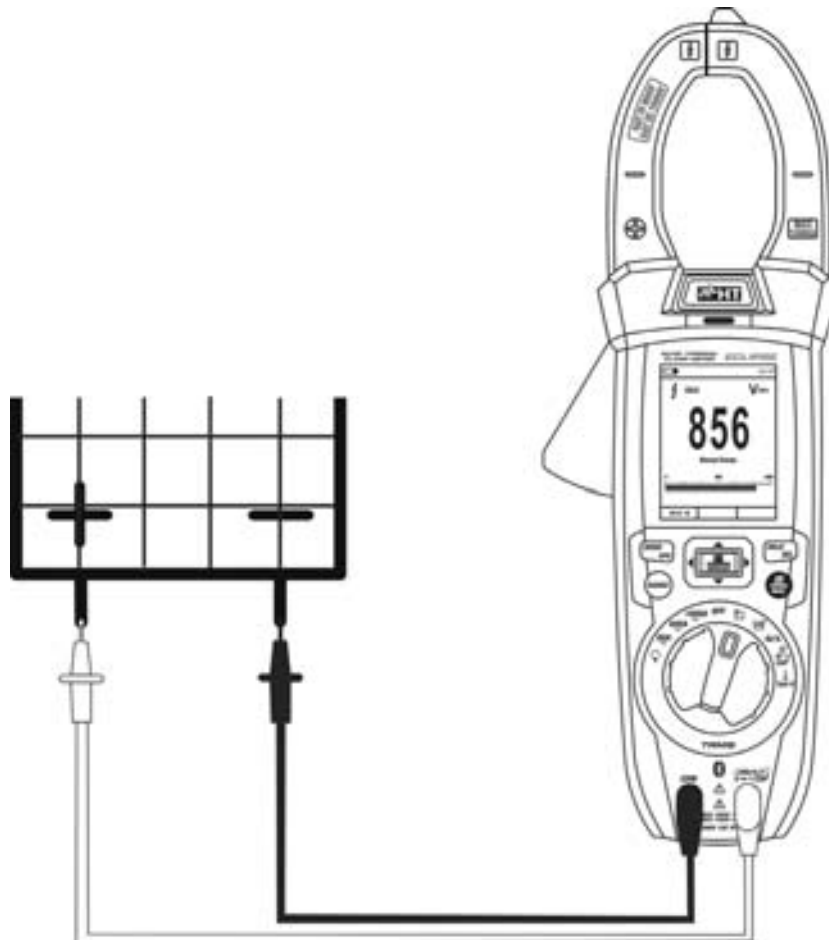

Fig. 23: Uso dello strumento per misura di Tensione DC
4. Posizionare il puntale rosso ed il puntale nero rispettivamente nei punti a potenziale positivo e negativo del circuito in esame (vedere Fig. 23). Il valore della tensione è mostrato a display
6. La visualizzazione del simbolo **"-"** sul display dello strumento indica che la tensione ha verso opposto rispetto alla connessione di Fig. 23.